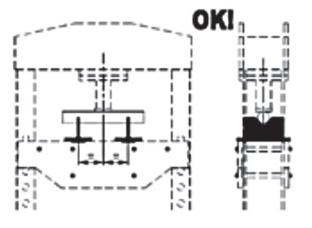

Fig 6
- Posicionar os prismas na plataforma, para o funcionamento perfeito ver (Fig. 6).